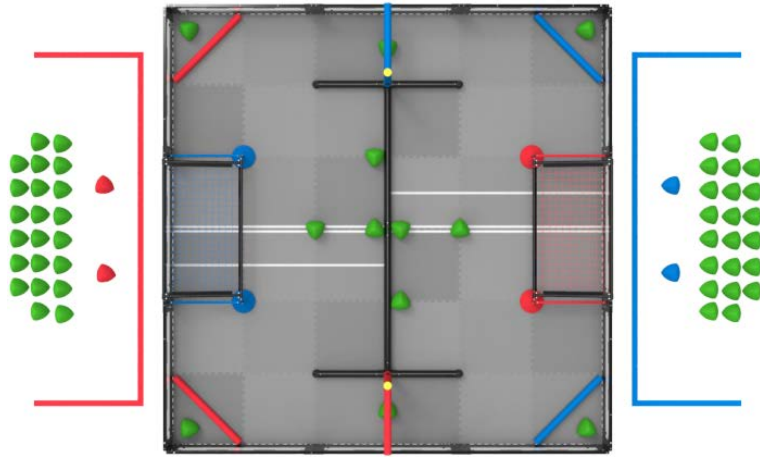
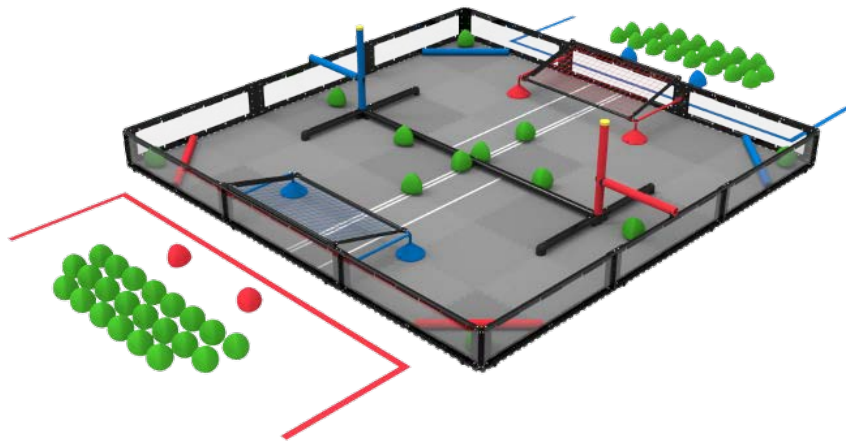

图 25 场地视图
图 26 场地视图
7.4.2.4 场地内物品的放置。如图 25 及图 26 所示。保证粽球位置与图中所示基本一致。